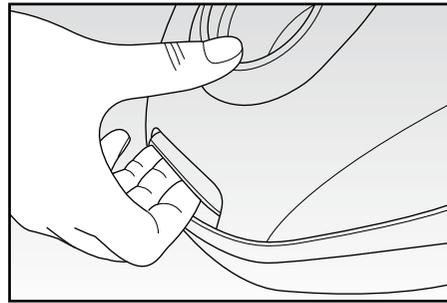

Fig. 7
- Aprire il comparto sacchetto spingendo verso l'esterno l'apposita levetta (Fig. 7).